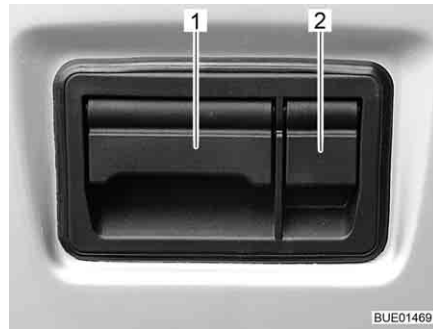

Fig. 35 Cerradura de la trampilla trasera, en el exterior
- Abrir la tapa de protección (Fig. 35,2).
- Tirar de la tapa (Fig. 35,1) hacia arriba y abrir la trampilla trasera.